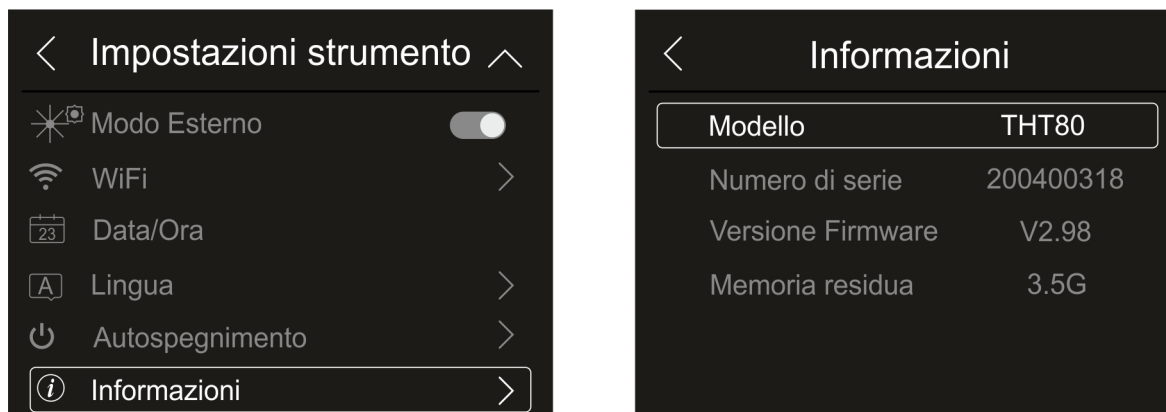

Fig. 22: Informazioni sullo strumento
1. Toccare la voce “Informazioni” per conoscere le informazioni sullo strumento relativamente a: modello, numero di serie, versione interna del Firmware e memoria residua disponibile. La videata di Fig. 22 – parte destra è mostrata: